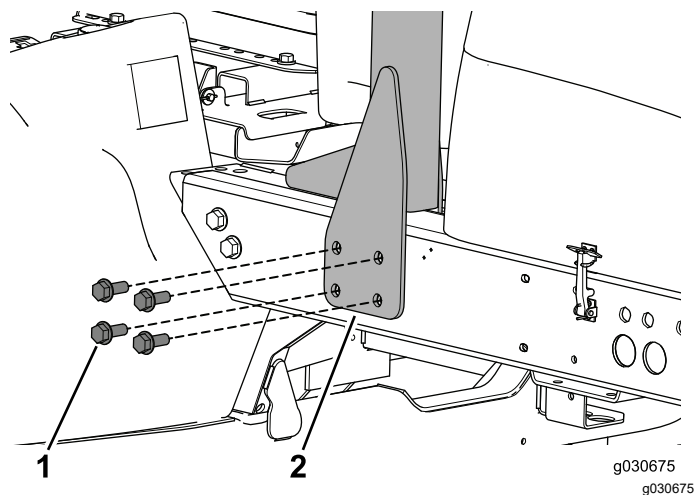

Figura 8
1. Togliete i bulloni che fissano il roll bar sul lato sinistro della macchina (Figura 8).